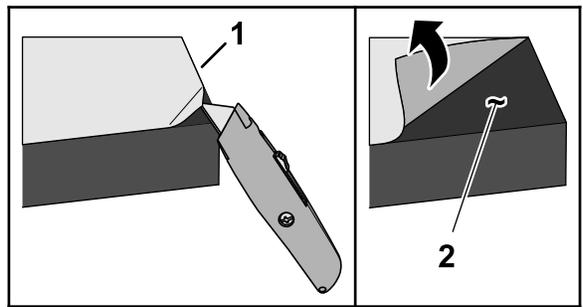

Figura 3
3. Retire la película protectora del lado del adhesivo sensible a la presión (ASP) de los 2 bloques, como se muestra en la Figura 3.